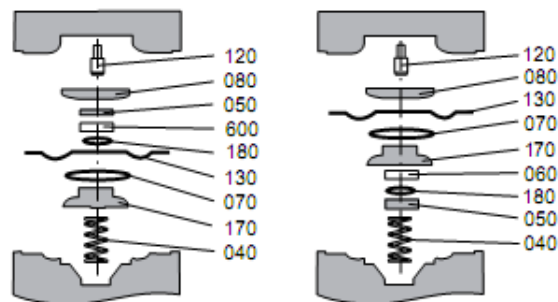

Рис. 7 Замена седла и мембраны.
- Протолкните мембранный диск (поз. 170, см. рис. 7) (с мембраной, седлом и уплотнительными кольцами) к поршню
- Не ослабляйте пружину (поз. 040, см. рис. 7).
- Открутите мембранное кольцо поз. 080, см. рис. 7).
- Проверьте уплотнительные кольца (поз. 070, см. рис. 7).
- Замените мембраны (поз. 130, см. рис. 7).
- Плотно закрепите мембранное кольцо (080, см. рис. 7).
- Открутите винтовые части (поз. 050, см. рис. 7).
- Протолкните целый мембранный диск (поз. 170, см. рис. 7) (с мембраной, седлом, винтовыми частями и уплотнительными кольцами) к поршню.